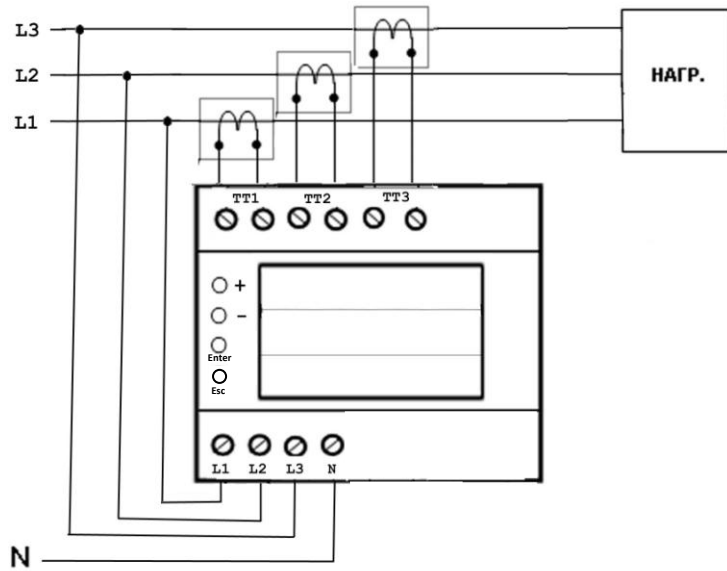
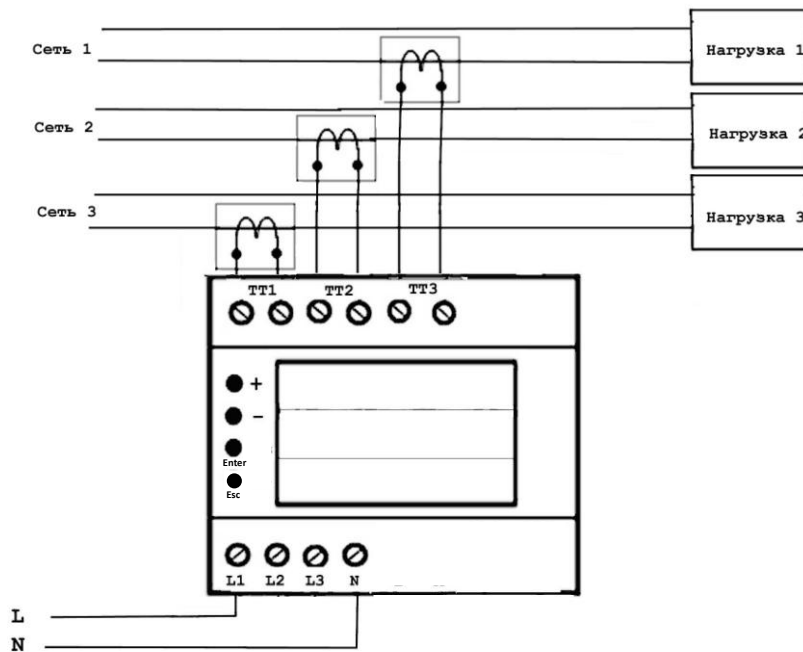

Рис.1. Типовая схема подключения амперметра «А-05-03» при трехфазном питании.
Рис.2. Типовая схема подключения амперметра «А-05-03» при однофазном питании
Амперметр цифровой «А-05-03» предназначен для измерения среднеквадратичного значения величины переменного тока частотой 50 Гц по трем независимым каналам (варианты подключения Рис.1 и Рис.2). Амперметр рассчитан на работу с различными трансформаторами тока с током вторичной обмотки 5 А.
4.3. Произвести подключение входной контролируемой сети, цепей питания согласно маркировке (Рис.1.): N, L1, L2, L3 – питание (возможно питание от одной фазы, Рис.2); ТТ1, ТТ2, ТТ3 – вторичные обмотки трансформаторов тока. Сечение подключаемых проводов должно быть 1,0...1,5 мм²